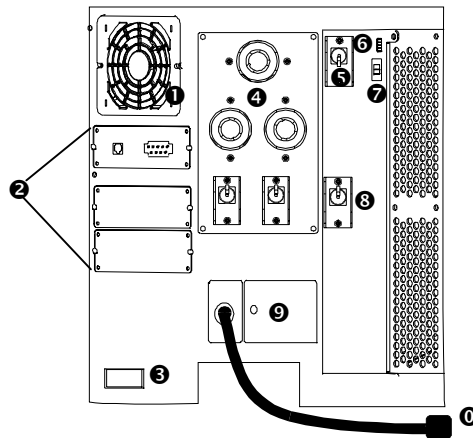

Figura 3: Vista da parte traseira do Symmetra RM (Versão 200/208 Vca / L1-L2-G mostrada)
**Painel de distribuição de energia (PDU) 6:** o tipo de painel de energia depende da faixa de voltagem do Symmetra RM. A Figura 3 mostra um Symmetra RM com um painel de energia de 200/208 Vca (L1-L2-G). Ele contém uma tomada L6-30 e duas L6-20. O painel de energia de 220/230/240 Vca (L1-N-G) contém oito tomadas IEC C13 e duas IEC C19. A Figura 8, na página 16, mostra os dois painéis da PDU. O painel da PDU pode ser substituído no local por um técnico ou electricista qualificado.